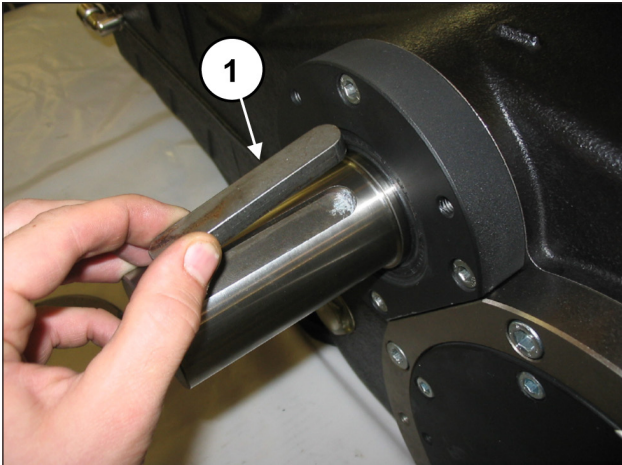

Fig. 105
Aplique a lingueta no eixo do PTO (pos. ①, Fig. 105).